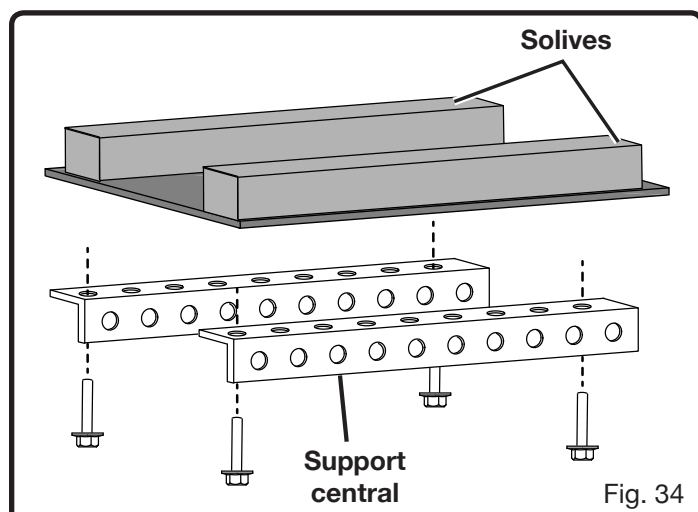

Fig. 34
**NOTE :** La bonne configuration, le bon emplacement des supports et des traverses varieront selon la conception et la construction du plafond du garage. Les figures 34 à 38 sont des exemples, mais la conception de votre garage peut être différente.